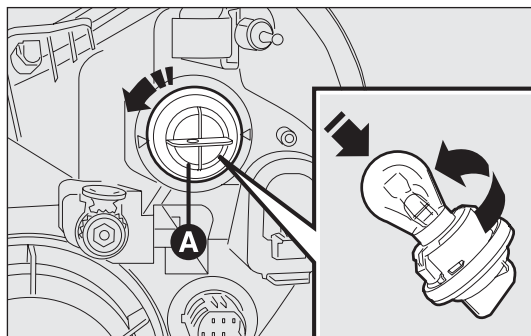

fig. 189
- tourner la douille A-fig. 189 dans le sens inverse des aiguilles d'une montre et l'extraire ;